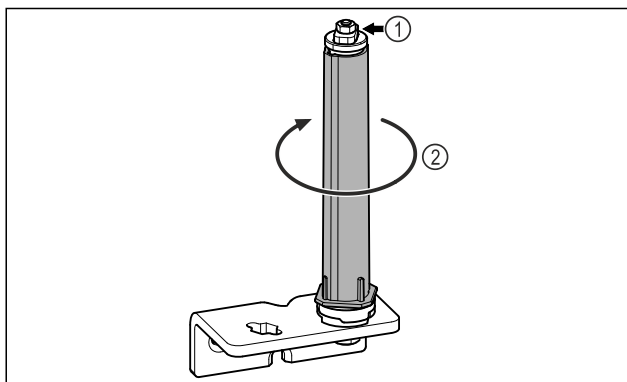

Fig. 29
- Deursluitsysteem Fig. 29 (1) niet demonteren.
- Sluitsysteem Fig. 29 (2) draaien, tot deze vastklikt.